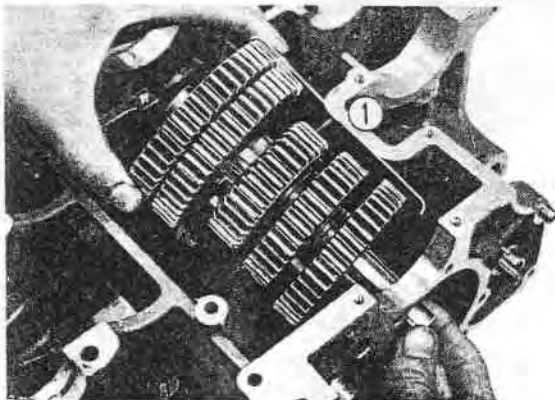

Fig. 5-15 ① Train d'engrenage de l'arbre secondaire
4. Monter le train d'engrenages de l'arbre secondaire dans le carter; cependant le pignon C-5 ne doit pas être monté à ce stade mais par la suite de l'extérieur du carter. (Fig. 5-15)